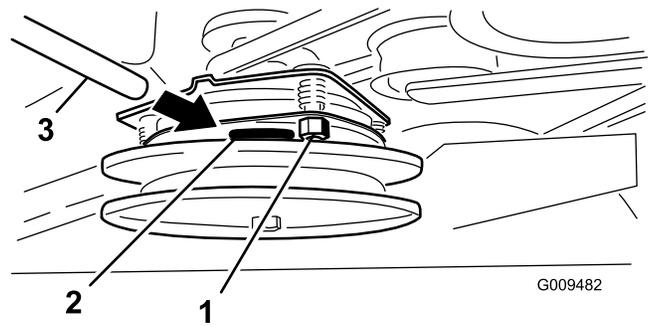

Figure 53
3. Serrez les contre-écrous jusqu'à ce la jauge d'épaisseur fléchisse légèrement mais puisse bouger facilement dans l'entrefer (Figure 53).